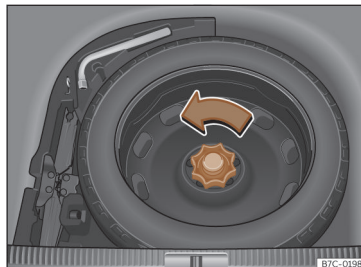

Fig. 208 En el maletero: piso de carga elevado.
- Gire la ruedecilla en sentido contrario a las agujas del reloj»» **fig. 208**.